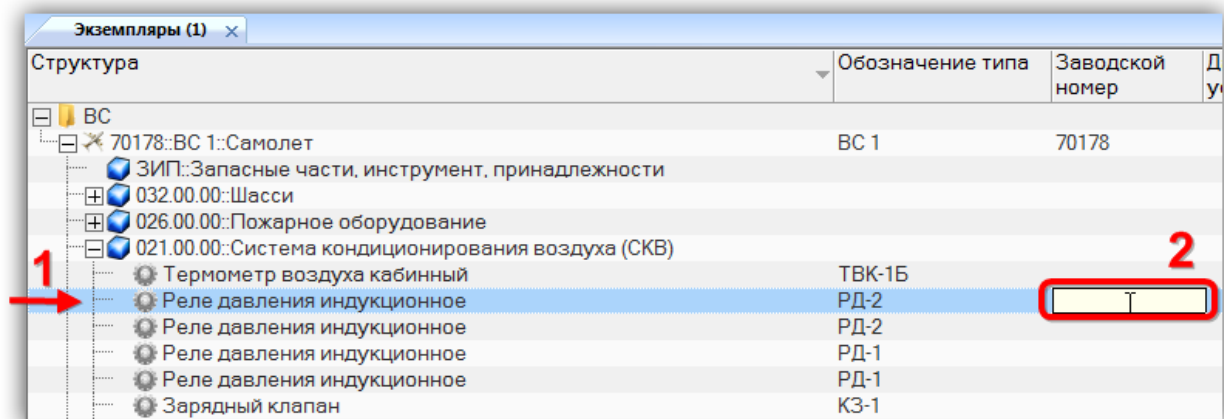
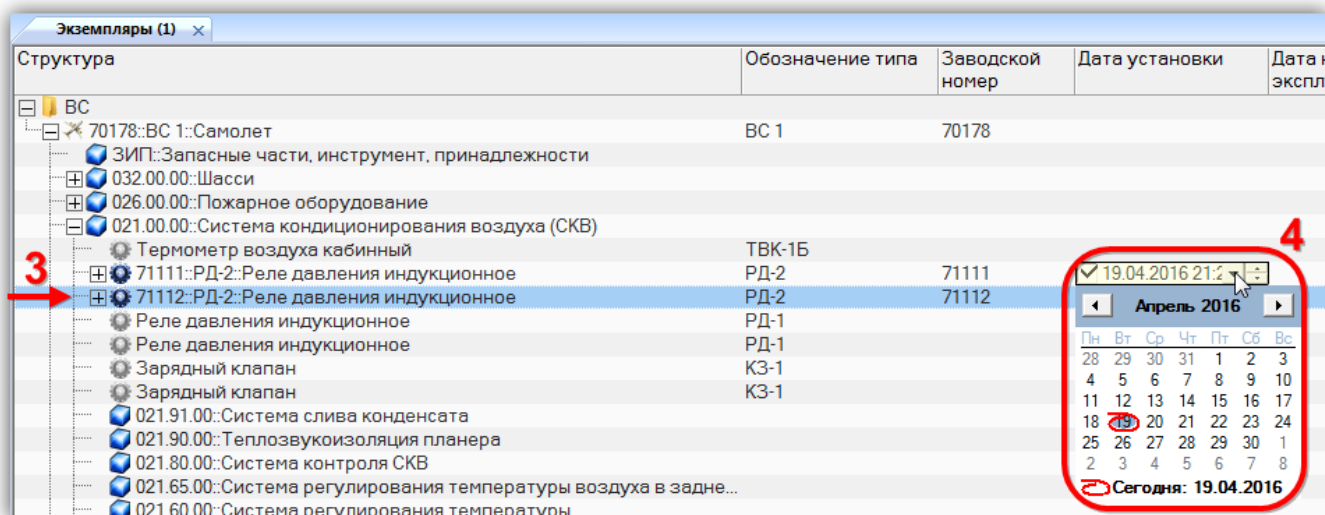

Рис. 13-12 – Задание серийного номера для экземпляра компонента
Рис. 13-13 – Задание даты установки
4) Раскрыть дерево и выбрать в нем элемент структуры, соответствующий месту установки экземпляра компонента (1 на рис. 13-12).
5) Задать для него заводской номер (2 на рис. 13-12). Пиктограмма в дереве изменится на пиктограмму , указывающую, что для данного компонента создан экземпляр (3 на рис. 13-13). После того, как экземпляру компонента задан заводской номер, этот номер можно отредактировать. Новое значение не должно совпадать с уже имеющимся в базе данных для данного типа компонента.
6) Поле «Дата установки» откроется на редактирование – по умолчанию оно заполняется текущей датой (4 на рис. 13-13). Необходимо указать в нем дату установки экземпляра изделия на ФИ.